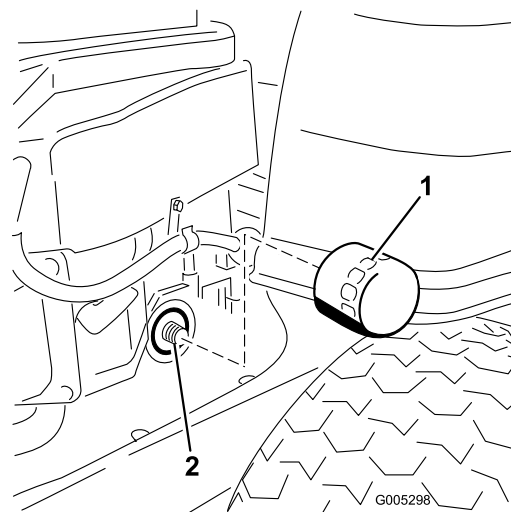

Figure 28
- Trouvez l'emplacement du filtre à huile du côté droit du moteur. Déposez le filtre à huile usagé et essuyez l'adaptateur du filtre à l'aide d'un chiffon (Figure 28).
- Posez le filtre à huile de rechange sur l'adaptateur. Tournez le filtre dans le sens horaire jusqu'à ce que le joint soit en appui contre le socle, puis donnez de 3/4 à 1 tour supplémentaire (Figure 28). Essayez l'excédent d'huile sur le châssis.